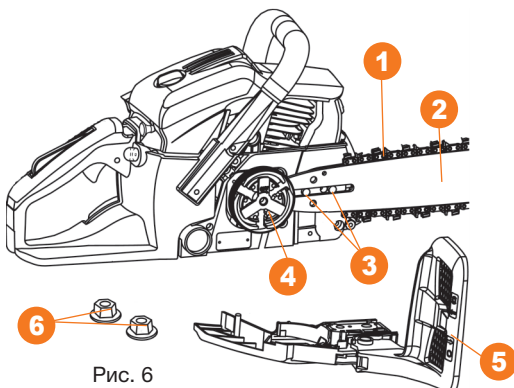

Рис. 6
3. Смажьте ведомую звездочку шины несколькими каплями масла через специальное отверстие. Установите шину на направляющие шпильки **3** переместите шину максимально близко к ведущей звездочке **4**. Сориентируйте направление зубьев цепи **1** по стрелке на корпусе шины и наденьте ее на ведущую звездочку, уложите цепь в пазы шины **2**. Установите боковую крышку **5** и слегка прижмите её гайками **6**. Обратите внимание, при установке боковой крышки на совпадение штока натяжения цепи в крышке и отверстия в шине (Рис. 6).